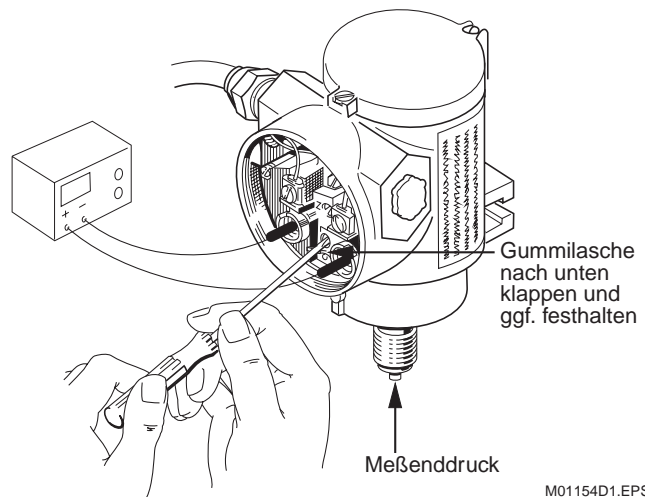

Bild 17. Korrektur des Meßendes
- Den Druck entsprechend dem Meßendwert auf das Meßwerk geben. Mit Hilfe eines Schraubendrehers das Potentiometer "S" (Bild 17) so lange betätigen, bis das Strommeßgerät 20mA anzeigt.
8. Den Druck entsprechend dem Meßendwert auf das Meßwerk geben. Mit Hilfe eines Schraubendrehers das Potentiometer "S" (Bild 17) so lange betätigen, bis das Strommeßgerät 20mA anzeigt.